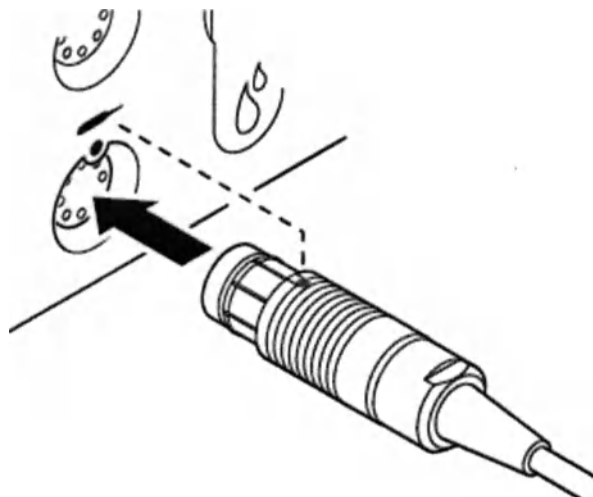

Рис. 3. Подключение микродрели к консоли
3. Подключить штепсель к порту для рукояток на консоли, предварительно выровняв их по меткам (рис. 3).